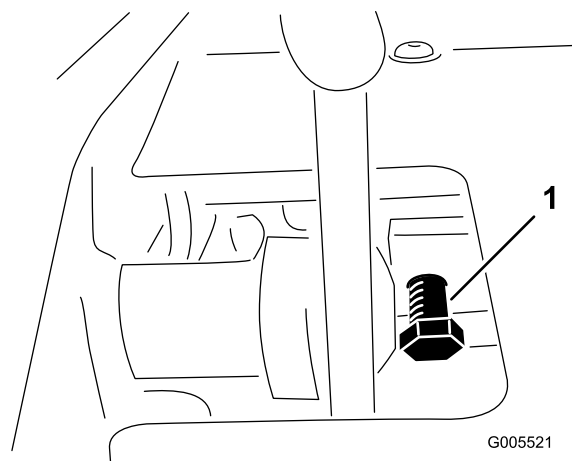

Figura 53
1. Allentate il controdado sul bullone di fissaggio del pedale (Figura 53).